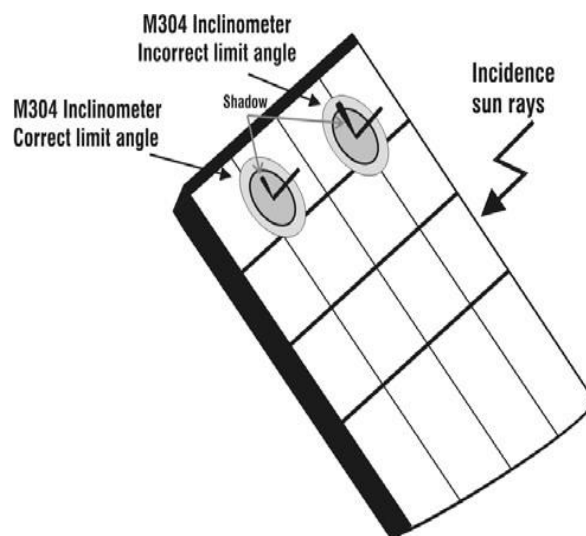

Fig. 7: Placering av inklinometer M304
9. Montera staven på plattan till tillbehöret M304 och håll kontakt med modulens yta. **Se till att skuggan som kastas av staven på plattan faller innanför cirkeln på själva plattan (se Fig. 7).** Om detta inte är fallet, är infallsvinkeln mellan solinstrålningen och modulens yta för hög och därför kan mätningen som görs med instrumentet inte betraktas som tillförlitlig. Repetera mätningen vid en annan tid på dagen.